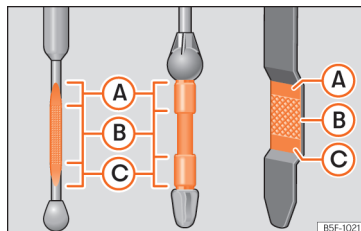

Abb. 244 Ölmessstab
»» **Abb. 244.** Füllen Sie gegebenenfalls Motoröl nach.
- Wenn der Ölstand mindestens den Bereich »» **Abb. 244 (B)** erreicht hat, vorsichtig den Deckel des Einfüllstutzens aufschrauben »» ⓘ.
Liegt der Ölstand über dem Bereich »» **Abb. 244 (A)**, starten Sie den Motor bitte nicht. Dies könnte zu einer Beschädigung des Motors und des Katalysators führen. Wenden Sie sich an einen Fachbetrieb.
Der Ölstand darf keinesfalls über dem Bereich »» **Abb. 244 (A)** stehen, andernfalls könnte Öl über die Entlüftung der Motorölwanne angesaugt werden und über die Abgasanlage in die Atmosphäre gelangen.